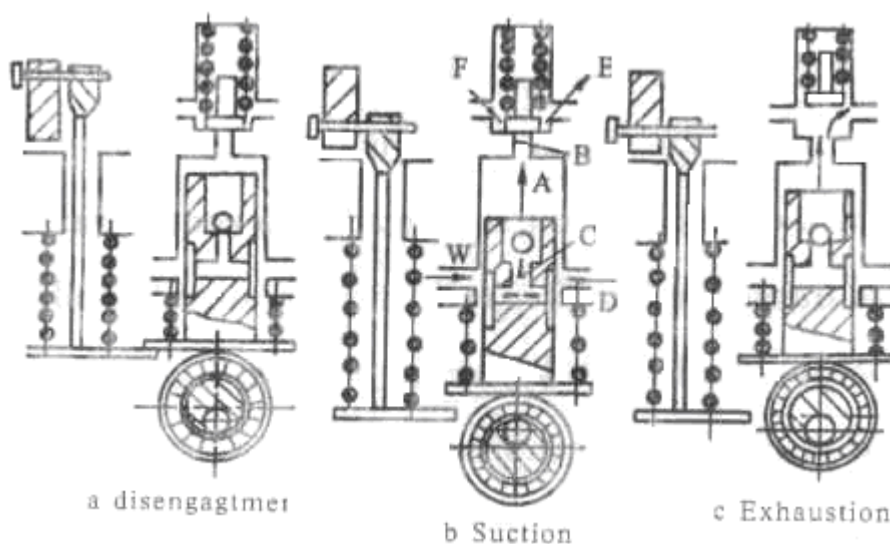

Рис. 3-24. Принцип работы масляного насоса.
Рис. 3-24 отображает принцип работы масляного насоса. Когда поршень движется вниз (рис. б) объем на верхнем конце поршня увеличивается и давление понижается. Создается разница давления между верхней камерой клапана и нижней камерой. Обратный клапан закрывается (В) и обратный поток масла прекращается. При постоянном движении поршня вниз вакуум в камере (А) увеличивается. Шарик 4 выходит из паза (С) из-за пониженного давления в камере (А) и инерционной силы шарика 4. Когда поршень продолжает движение вниз, масло из масляного бочка поступает в масляную камеру (А) через масляную магистраль (W), клапаны (С) под действием давления воздуха. Этот процесс называется всасыванием масла.